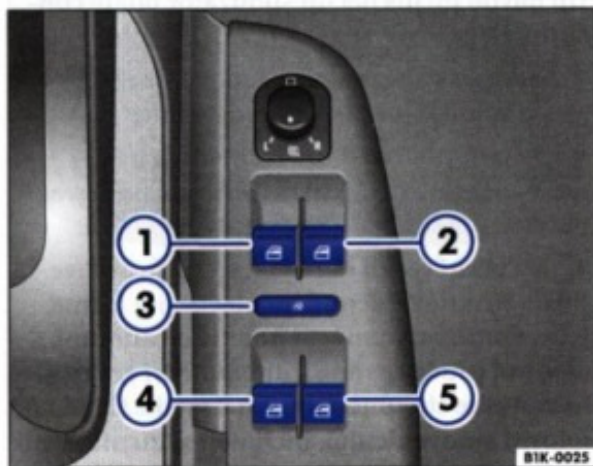

Fig. 34 Imagine din ușa conducătorului: Taste pentru geamurile din față și din spate
- Apăsați tasta ⇒ fig. 34 , pentru a deschide geamul respectiv.
Tastele ⇒ pagina 48, fig. 34" au două poziții pentru deschiderea și două pentru închiderea geamurilor. Astfel este mai ușor de controlat procesul de deschidere și închidere a geamurilor.